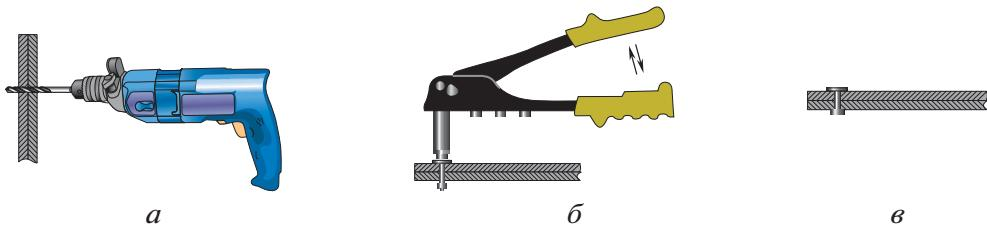

Рис. 5.50. Последовательность соединения заклёпками двух листов металла: *а* — сверление двух листов; *б* — процесс клёпки; *в* — склёпанная заготовка
- разметить и просверлить отверстие через обе скреплённые листовые заготовки (рис. 5.50, а). Диаметр отверстия должен быть равен диаметру заклёпки;
- вставить заклёпку в заклёточник и просверлённое отверстие и начать сжимать несколько раз рукоятку (рис. 5.50, б). Заклёпка начинает сплющиваться, когда шарик полностью втягивается в заклёпку, свободный хвост за-
клёпки откусывается. Таким образом получится склёпанная с двух сторон заготовка (рис. 5.50, *в*).